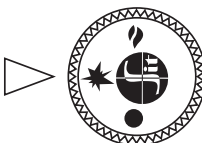

Рис. 9.
- 7.3. Для розжига пилотной горелки ручка управления переводится в положение **«искра»** (рис. 9).
- 7.5. **Выключение аппарата** производится путем поворота ручки в положение **«точка»** (рис. 9). При этом пилотная и основные горелки (если горят) погаснут.